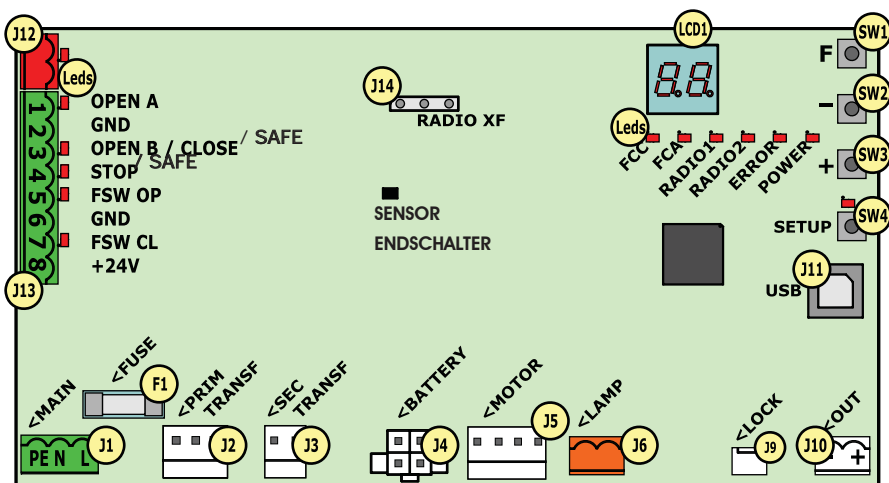

Abb. 1
- Wenn kein BUS-2EASY-Zubehör verwendet wird, bleibt der BUS-2EASY-Stecker (J12 - Abb. 1) unbelegt**